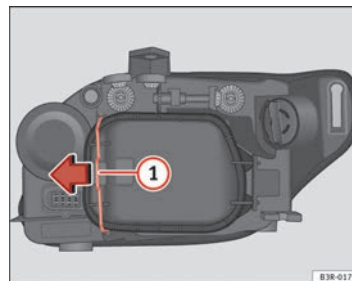

Abb. 200 Standlicht (Fahrzeuginnenseite)
- Den Spanner ⇒ Abb. 200 ① in Pfeilrichtung bewegen und den Deckel abnehmen, indem zuerst die Seite des Spanners und danach die beiden Laschen des anderen Endes des Deckels abgenommen werden.